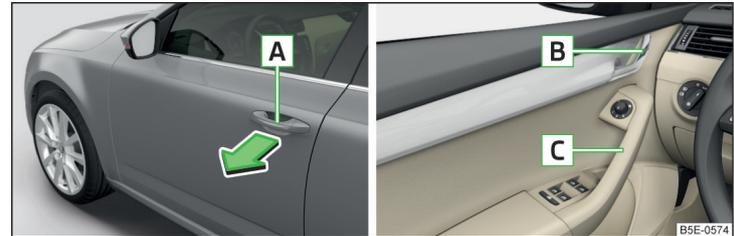

Abb. 35 Türgriff/Türöffnungshebel
- Zum **Öffnen von außen** das Fahrzeug entriegeln und am Türgriff **A** in Pfeilrichtung ziehen » **Abb. 35**.